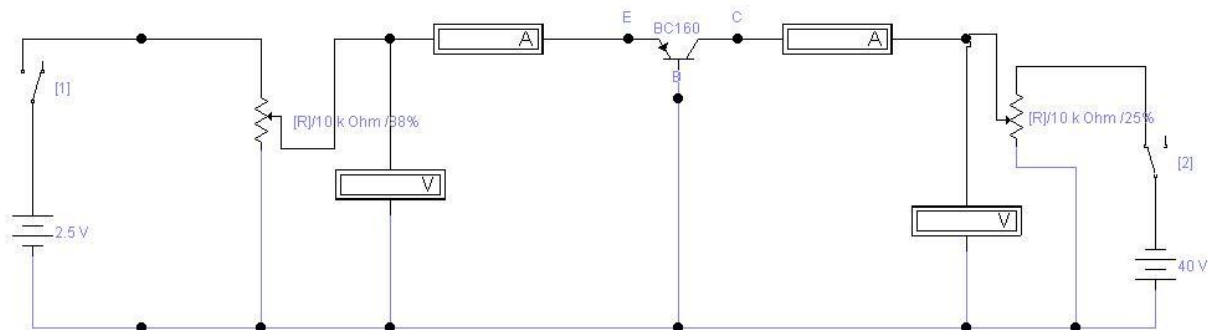

Рис.4
Основными характеристиками транзистора, включенного по схеме с общей базой, являются входная характеристика, выражающая зависимость тока эмиттера от напряжения при постоянном напряжении коллектора (рис. 3, а), и выходная характеристика, показывающая зависимость тока коллектора от напряжения при постоянном токе эмиттера (рис. 3, б). Снятие этих характеристик производится по схеме, изображенной на рис.4
1. Собрать схему (см. рис. 4).